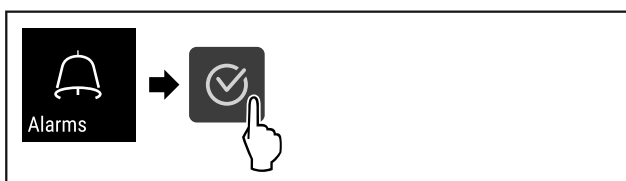

Fig. 108
- ▶ Εκτελέστε τα βήματα ενεργειών (βλέπε Fig. 108) .